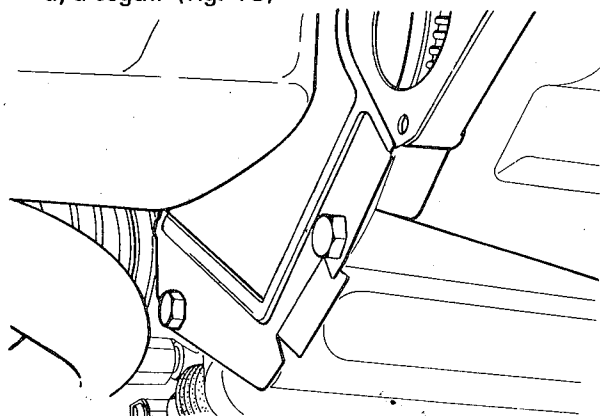

fig. 18
18. Instalar a chapa protetora da embreagem, e apertar os parafusos de fixação ao torque especificado (fig. 18)